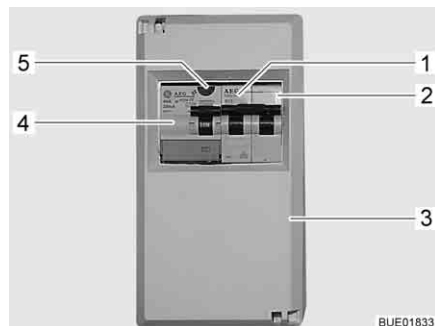

Fig. 168 Caja de fusibles de 230 V con interruptor de protección de línea e interruptor FI
Un interruptor de corriente de defecto (interruptor FI) (Fig. 168,4) en la caja de fusibles (Fig. 168,3) asegura el vehículo completo contra corriente de defecto (0,03 A).
El interruptor de protección de línea conectado en serie (10 A) (Fig. 168,2) asegura las cajas de enchufe de 230 V, el equipo de alimentación de corriente, el cargador adicional y el frigorífico.
En los vehículos con equipamiento especial, p. ej. la instalación de aire acondicionado, un interruptor de protección de línea adicional (16 A) (Fig. 168,1) asegurará el aparato.
- Si el vehículo está conectado a la alimentación de 230 V, pulsar la tecla de prueba (Fig. 168,5). Se debe activar el interruptor de corriente de defecto (FI).